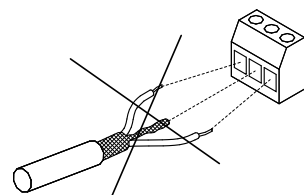

Рис. 5 Не скручивайте концы экрана.
- Не подключайте защитный экран посредством скручивания. См. рис. 5. Вместо этого используйте кабельные зажимы или резьбовые кабельные разъёмы ЭМС.